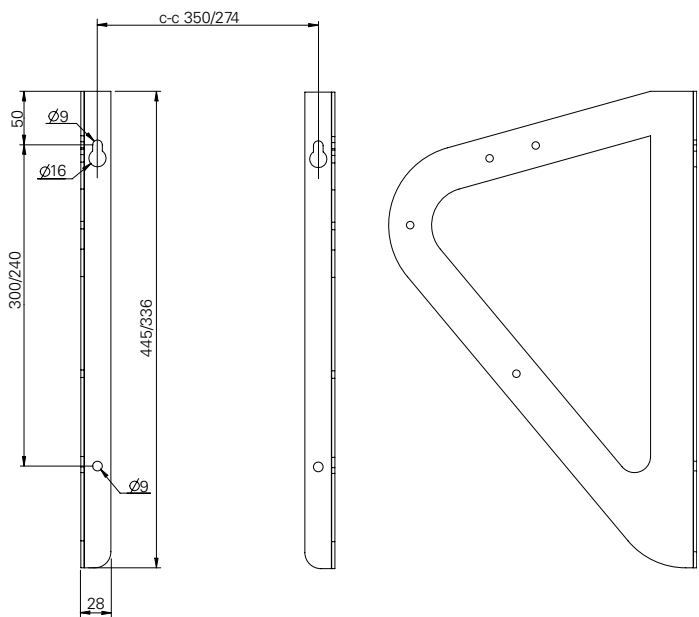

Fig. 2
1. Boor vier gaten in de wand met een hart-op-hart-afstand zoals afgebeeld in fig. 2 op pagina 2.